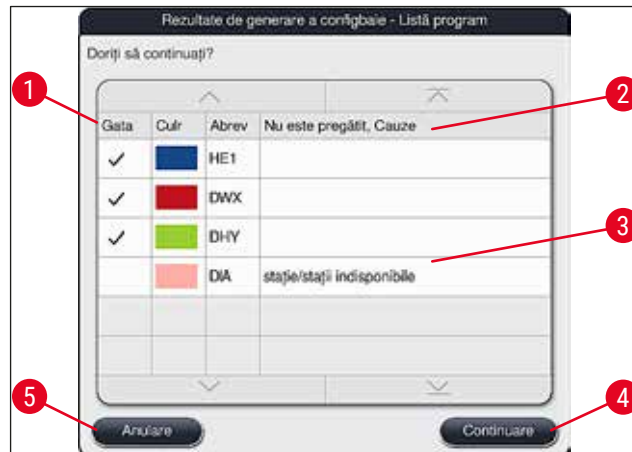

Fig. 52
- Dacă au fost selectate mai multe programe decât pot fi integrate în Configbaie, utilizatorul este informat prin afișarea **Rezultate de generare a configbaie** (→ "Fig. 52"). Programele integrate în mod reușit sunt marcate cu un semn de bifare în coloana **Gata** (→ "Fig. 52-1").